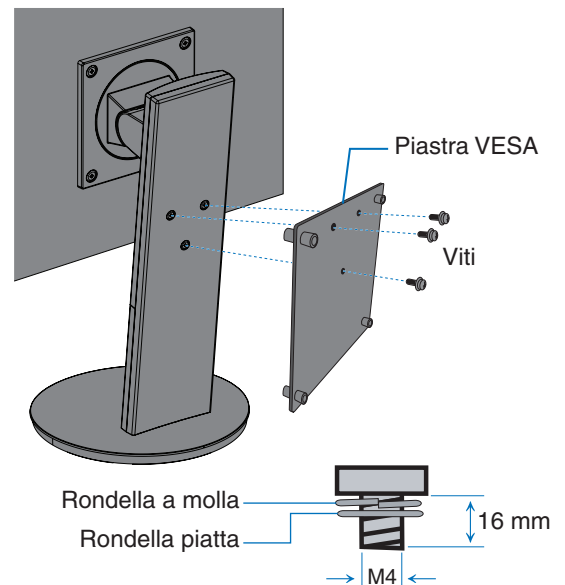

Figura V.1
- Utilizzare le viti che sono collegate al monitor o le viti indicate (**Figura V.1**).